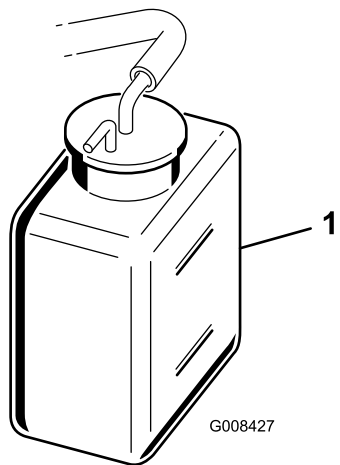

図 32
2. 冷却液の量を点検する (図 32)。エンジンが冷えている状態で、補助タンク側面についている 2 本のマークの間であれば適正である。